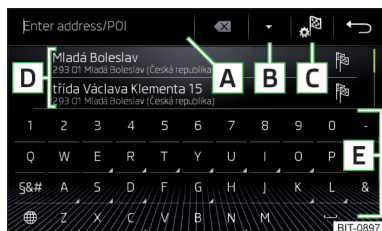
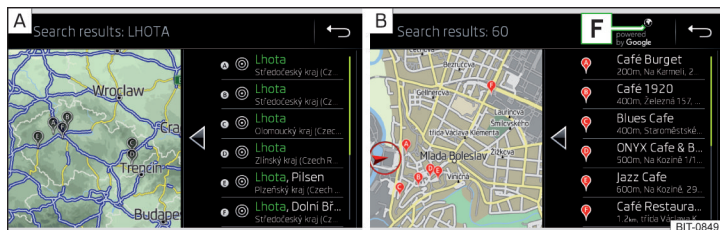

Fig. 208
Fig. 209 Lista de los destinos solicitados: en los datos de navegación / online
### Superficies de función » fig. 208 y » fig. 209
En el área **D** » fig. 208 se muestra una lista de los destinos solicitados.
- ▶ : Pulsar la superficie funcional **B** » fig. 208.
- Los destinos solicitados en los datos de navegación » fig. 209 - **A**.
- Los destinos solicitados online » fig. 209 - **B**.
En el menú para la búsqueda del destino en el área D » fig. 208 de la pág. 188 se visualiza una lista corta de los últimos destinos.